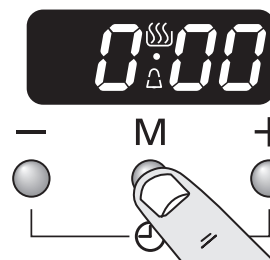
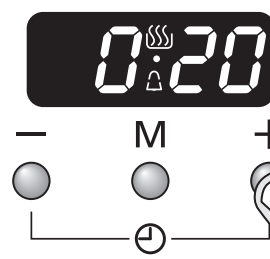

Fig. 5.2
Fig. 5.3
1. Tryck en gång på lägesknappen [M] (**Fig. 5.2**). Klocksymbolen [⌚] blinkar på displayen. Välj önskad nedräkning från 00.01h till 23.59h med knappen [+] (**Fig. 5.3**). Nedräkningen startar automatiskt och symbolen [⏸] visas på displayen.